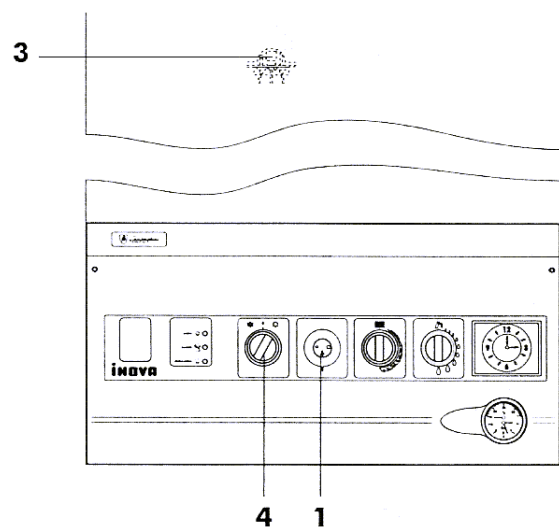

Fig. 2
Abrán el grifo del gas y pongan el selector (fig.2 posic.4) en la posición de verano. Giren el selector de la válvula gas (fig. 2 posic.1) en la posición piloto (*) y presiónenlo a fondo hasta que se encienda la llama del quemador piloto (fig.2 posic.3); esperen luego unos segundos antes de soltar el pulsador (1); si al soltar el pulsador se apaga la llama, repitan la operación presionando por más tiempo. Por último giren el selector de la válvula gas (1) en la posición (G) del quemador.